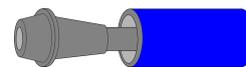
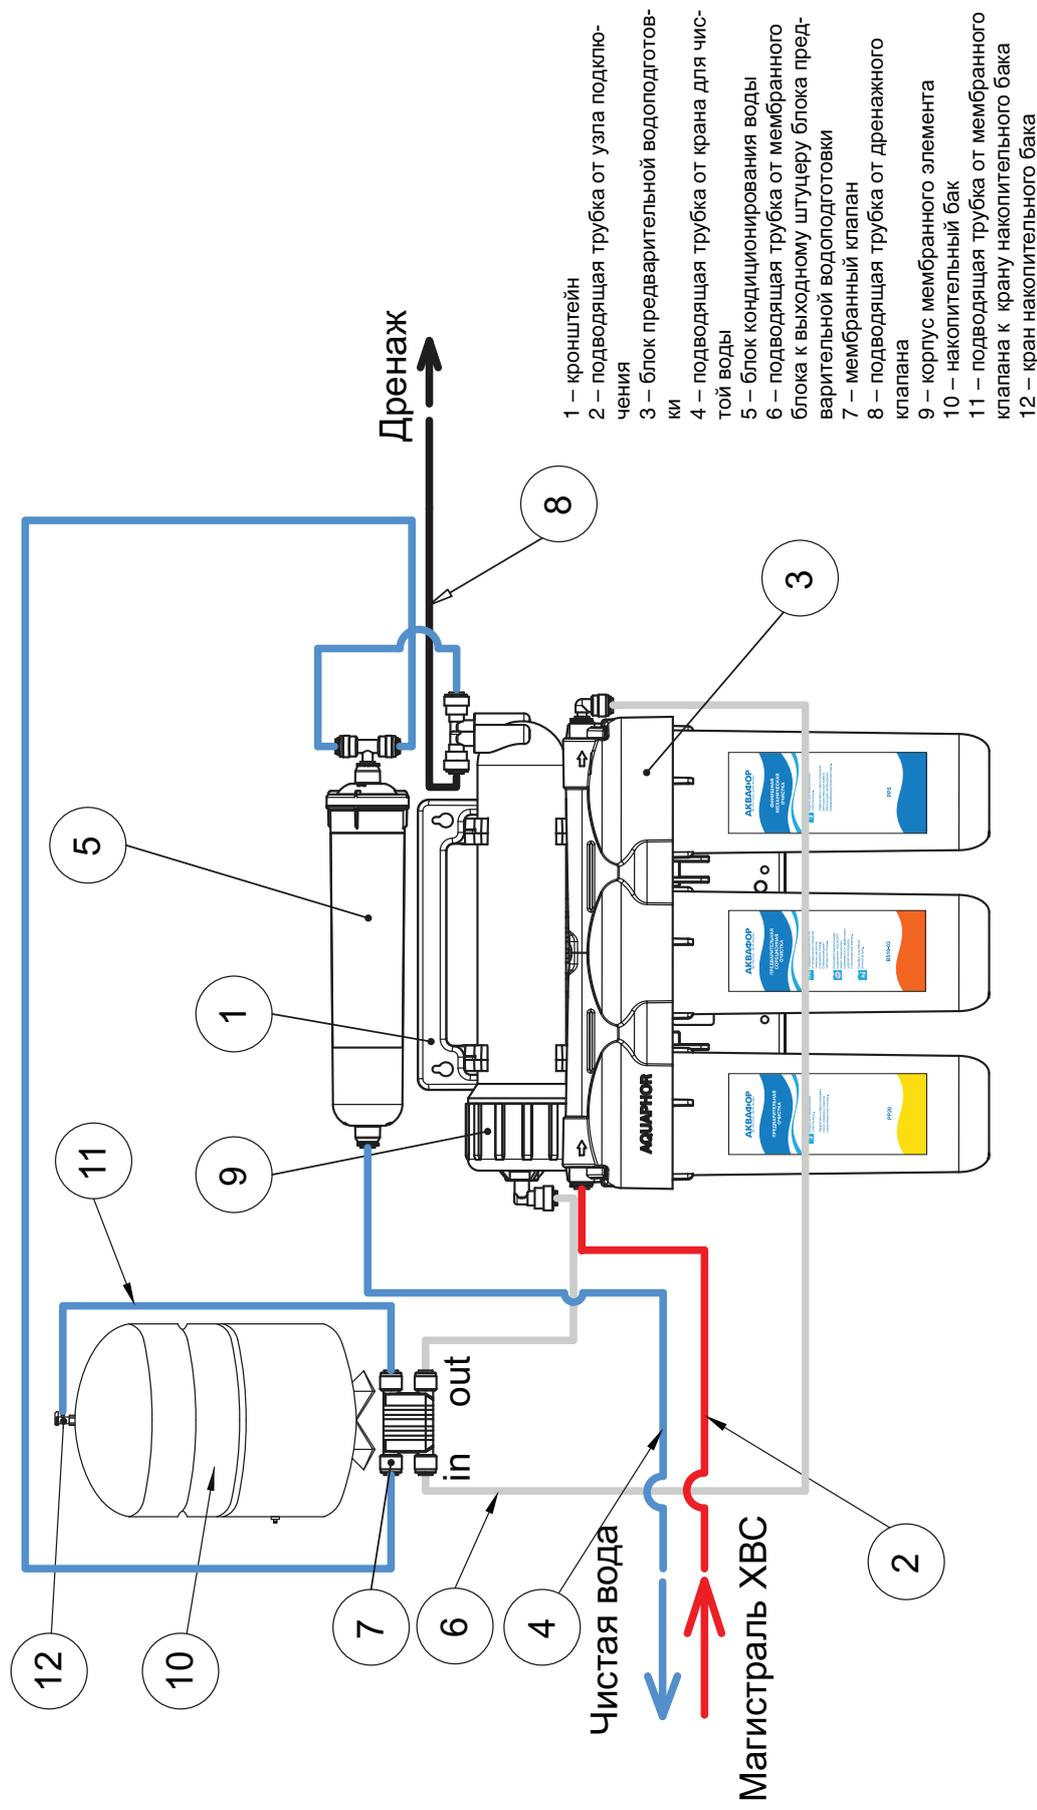

Рисунок 2. Ограничитель потока (рестриктор)
Рисунок 8. Схема установки водоочистителя для исп. Аквафор-ОСМО-050-5
**ВНИМАНИЕ!** Проверьте наличие ограничителя потока (рис. 2) в дренажной трубке (рис. 8, поз. 8). Важно не перепутать, каким концом вставляется трубка. Ограничитель потока должен находиться со стороны мембранного модуля.
## 5.7 Установка водоочистителя Аквафор-ОСМО исполнения Аквафор-ОСМО-050-5 (Рис. 8)
### 6.1. ПРОМЫВКА ФИЛЬТРУЮЩЕГО МОДУЛЯ АКВАФОР В510-03 в исполнении Аквафор-ОСМО-050-5 (Рис. 8)
### 6.3. ПРОМЫВКА НАКОПИТЕЛЬНОГО БАКА (Рис. 8, 9)
### Для замены модуля кондиционирования воды (см. Рис. 8, 9):